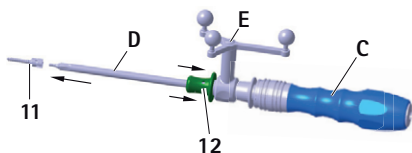

Fig. 9 Attacco della vite S⁴C al cacciavite S⁴C
- Far arretrare la bussola di tenuta 12 sul cacciavite S⁴C D e tenerla ferma in tale posizione, vedere Fig. 9.